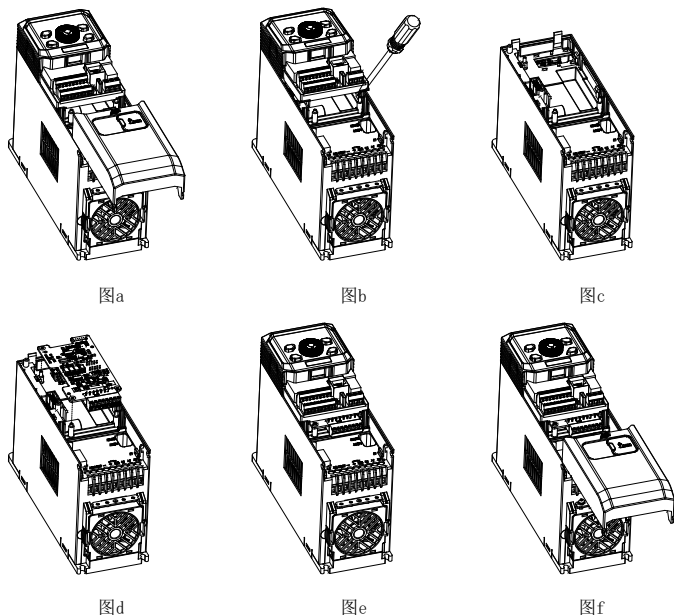

图2-3 位置1 PG卡安装步骤图
- （1）变频器非上电状态下，按下盖板中上部颗粒状处，用力向下滑动，取下变频器下盖板，如图2-3 a所示。
- （2）用小一字螺丝刀向外撬开变频器控制盒下部与变频器连接的两个卡勾，向上取下控制盒，如图2-3 b与图2-3 c所示。
(3) 安装PG卡：先将PG卡的端子面朝下，接着将PG卡上的三个圆孔对准定位柱后下压，让四个卡勾卡住PG卡，如图2-3 d所示。
(4) 完成组装，先把控制盒按图示方向扣入卡勾，再往下按压控制盒，使得其下端卡入卡勾，最后安装下盖板，用力滑入并卡住，如图2-3 e与f所示。